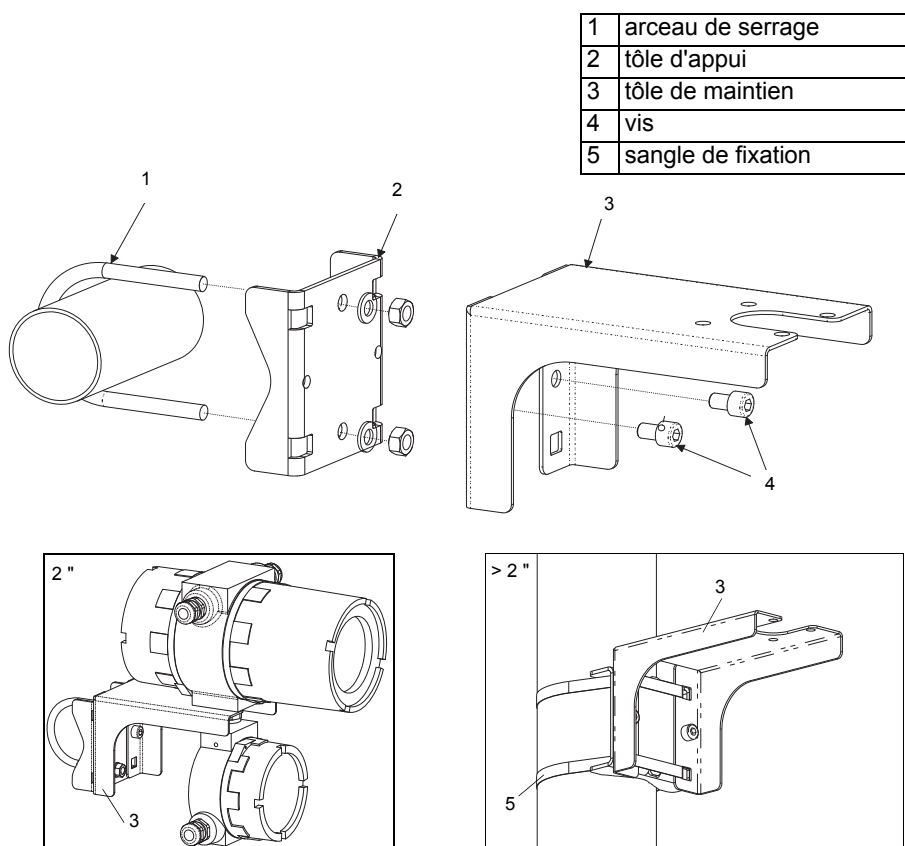

Fig. 6.1: Support de montage sur conduite
- Fixez le dessous du boîtier supérieur à la tôle de maintien (3) (voir Fig. 6.1).
- Fixez la tôle d'appui (2) sur la conduite (voir Fig. 6.1).
- Fixez la tôle de maintien (3) avec les vis (4) à la tôle d'appui (2).
- Fixez le dessous du boîtier supérieur à la tôle de maintien (3).
Fixez le support de montage sur conduite à la place de l'arceau de serrage avec les sangles de fixation sur la conduite (voir Fig. 6.1). Faites passer les sangles de fixation (5) à travers les ouvertures de la tôle de maintien (3).